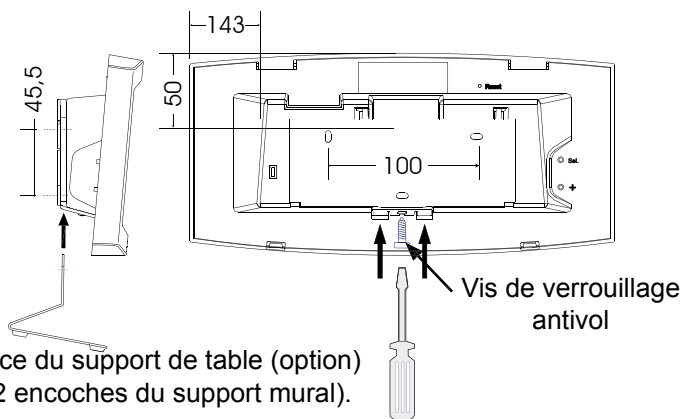

Fig.: 2
- Clipser l'horloge en place sur le support et la bloquer avec la vis de blocage antivol fournie (voir fig.2).